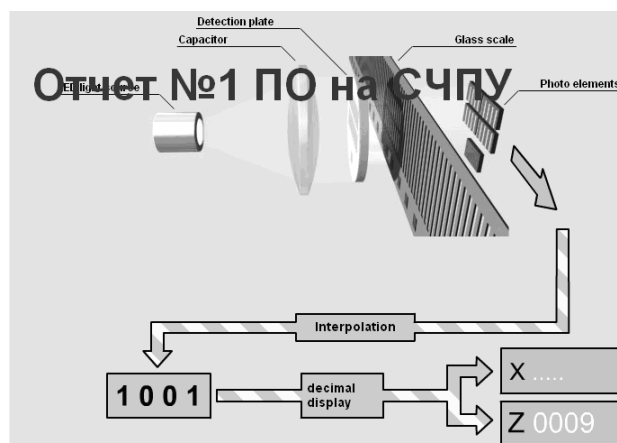

Рисунок 6 – Измеритель перемещений
- 5 Принцип действия измерителя перемещений (рисунок 6).